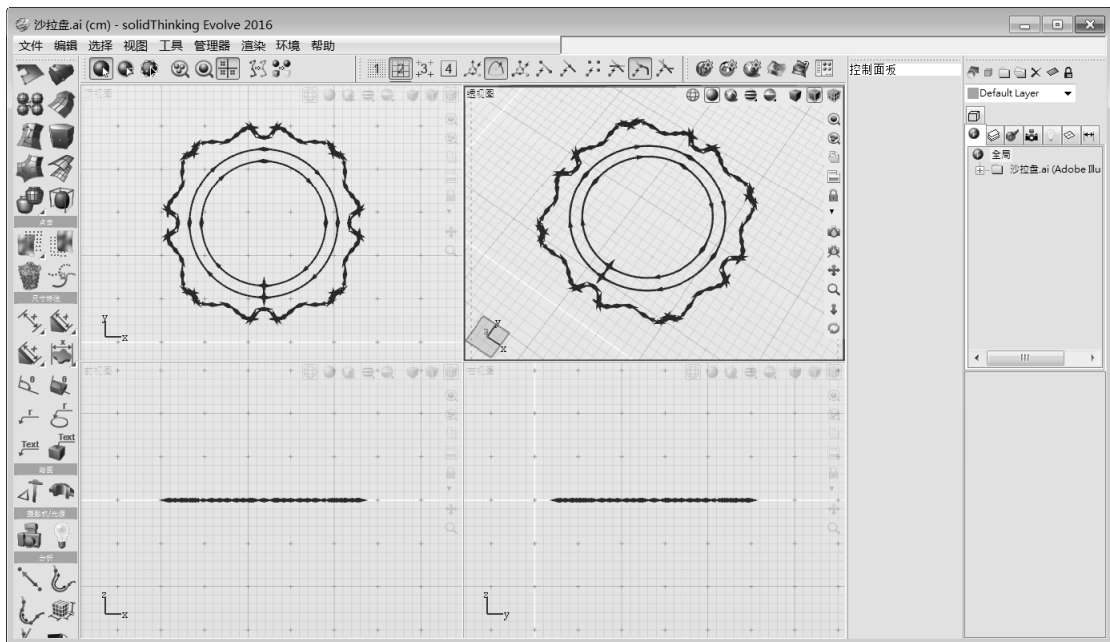

图 5-136 导入 AI 文件
2) 在菜单栏中执行“文件”→“打开”命令, 选择打开“沙拉盘.ai”文件。导入后的对象均转换为 NURBS 曲线, 可直接进行曲线及曲面等建模操作, 如图 5-136 所示。